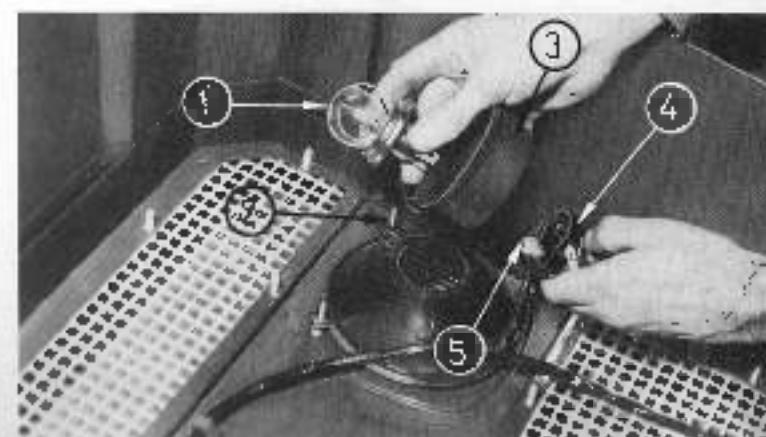

Fig. 92
2. Fig. 92. Desconectar el enchufe portalámparas (4).
**NOTA:** Si se ha fundido la lámpara de situación (5), reemplácese y vuélvese a montar el portalámparas.
3. Retirar el capuchón protector (3).
4. Soltar el clip elástico (2), sacar la lámpara (1) y reemplazarla. Una vez reemplazada la lámpara volver a montar en orden inverso al desmontaje.